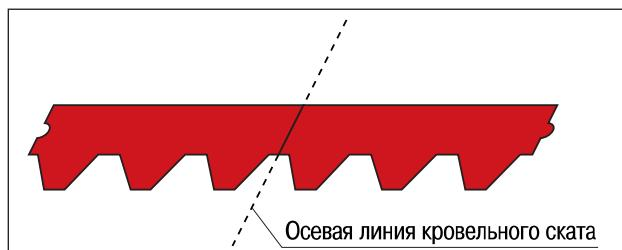

Рис.9 Укладка карнизной и рядовой черепицы
5.6.1. Во избежание цветовых отклонений используют кровельные плитки вперемежку из 4 – 5 упаковок. Укладку карнизной и рядовой черепицы RUFLEX начинают от центра карнизного свеса в направлении торцевых частей кровли (рис.9). Первый ряд черепицы укладывают так, чтобы ее нижняя кромка располагалась на 10 мм выше нижнего края